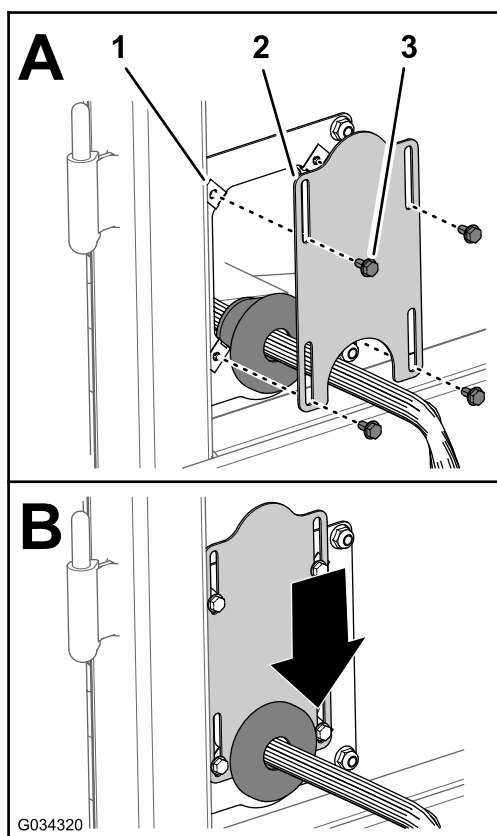

図 10
5. カバープレートを、ハトメの溝に嵌め、カバープレートのスロットをバックングプレートのクリップナットに合わせる 図 10。
6. カバープレートをバックングプレートに取り付ける 図 10 フランジヘッドボルト#10 x 3/8 インチ4本を使用する。